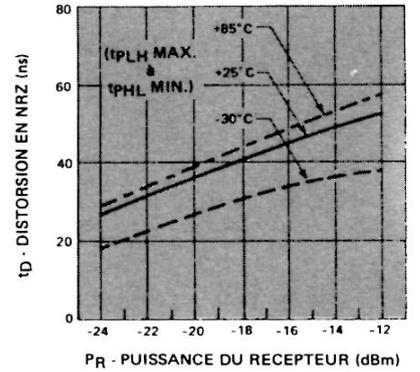

FIGURE 9 - Distorsion de données NRZ pour des données pseudo-aléatoires à 10 Mb/s (voir Fig. 10)
- La limite du débit de données est basée sur les hypothèses suivantes : Données synchrones : (a) données NRZ, (b) cadence arbitraire, (c) de modulation PLL (boucle de verrouillage en phase), (d) seuil TTL. Données asynchrones : (a) données NRZ, (b) cadence arbitraire, pas de restriction due au facteur cyclique, (c) seuil TTL. Les courbes de la figure 9 donnent la fourchette du temps pendant lequel il n'y a pas d'incertitude sur les états logiques par rapport à un seuil déterminé dû aux effets soit du bruit, soit au délais de propagation